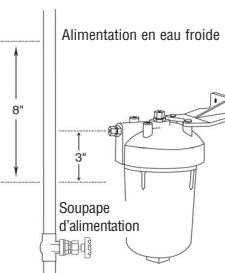

Figure 5
5. Mesurer environ 7,6 cm (3 po) vers le bas à partir du centre de l'entrée du filtre et faire une marque sur le tube. À partir de cette marque, mesure 20,3 cm (8 po) vers le haut, et faire une autre marque. Cela indique la portion du tuyau à retirer. Si nécessaire en raison d'un manque d'espace de travail, on peut couper une plus grande longueur de tuyau. (Figure 5)